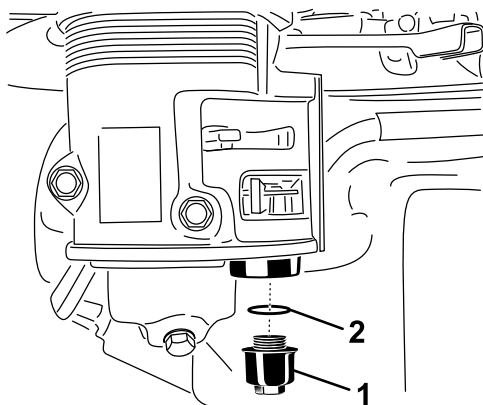

Figure 23
4. Dévissez la cuvette de décantation (Figure 23).